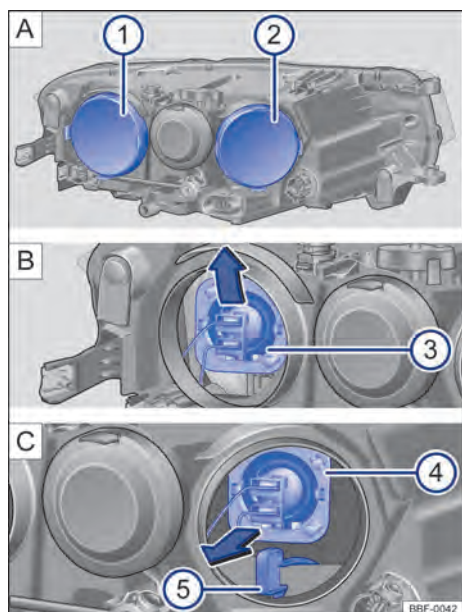

Fig. 180 No compartimento do motor: ① farol baixo e ② farol alto e luz de posição.
- ① Observar a lista de controle e executar as ações → Página 239.
- ② Abrir a tampa do compartimento do motor ⚠️ → Página 257.
③ Remover a respectiva cobertura de borracha → Fig. 180 A ① e ② na parte traseira do farol.
④ **Farol baixo:** pressionar a lâmpada incandescente pelo soquete para baixo até desencaixá-la → Fig. 180 ③. Retirar a lâmpada incandescente puxando-a para trás.
Farol alto: pressionar a lâmpada incandescente pelo soquete para cima até desencaixá-la → Fig. 180 ④. Retirar a lâmpada incandescente puxando-a para trás.
Indicadores de direção: retirar o suporte da lâmpada com a lâmpada incandescente, puxando-o para trás → Fig. 180 ⑤.
⑤ Substituir a lâmpada incandescente queimada por uma lâmpada incandescente nova do mesmo modelo.
⑥ **Farol baixo:** encaixar a lâmpada incandescente com o conector na abertura do farol e pressionar para dentro até que se trave firmemente → Fig. 180 ③. O ressalto da lâmpada incandescente deve estar voltado para cima e ser montado no encaixe do refletor do farol.
Farol alto: encaixar a lâmpada incandescente com o conector na abertura do farol e pressionar para dentro até que se trave firmemente → Fig. 180 ④. O ressalto da lâmpada incandescente deve estar voltado para baixo e ser montado no encaixe do refletor do farol.
Indicadores de direção: inserir o suporte da lâmpada com a lâmpada incandescente no farol até o batente → Fig. 180 ⑤
- ⑦ Instalar a respectiva cobertura de borracha
- ⑧ Fechar a tampa do compartimento do motor → Página 257.
- ⑨ Após a montagem da lâmpada nova, regular o fecho do farol.